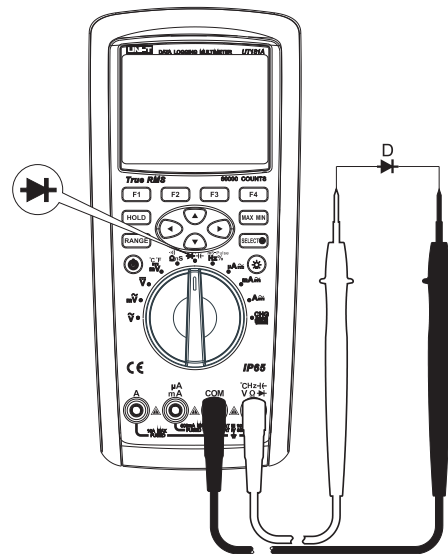

图10
- 2) 将仪表的旋钮开关转到“ $\rightarrow$ ”测量档，默认为二极管测量模式，如图10，将表笔并联到被测二极管两端。从显示器上直接读取被测二极管的近似正向PN结电压。